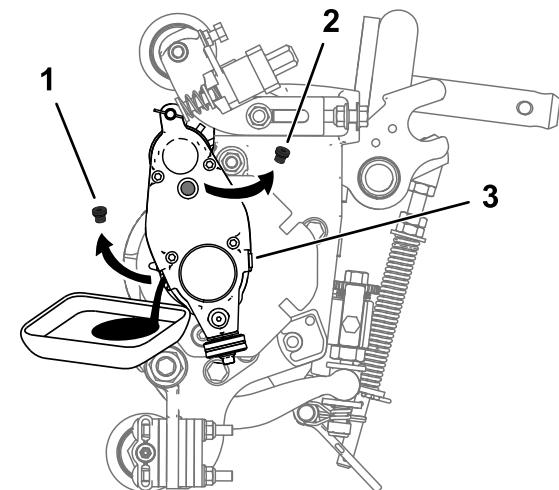

Рисунок 26
5. Наклоните режущий блок назад на откинутую подставку так, чтобы сливное отверстие было внизу и можно было обеспечить полный слив (Рисунок 26).